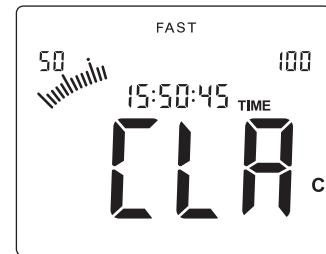

图17
- 按下“**A/C CLEAR**”键不放，直至LCD屏幕显示“CLR”后，即可清除所有的记录值，此时LCD屏幕显示如图17